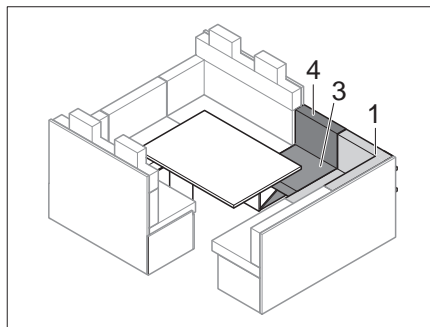

Bild 115 Nach dem Vergrößern
- Sitzpolser (Bild 115,1) wieder anbringen.